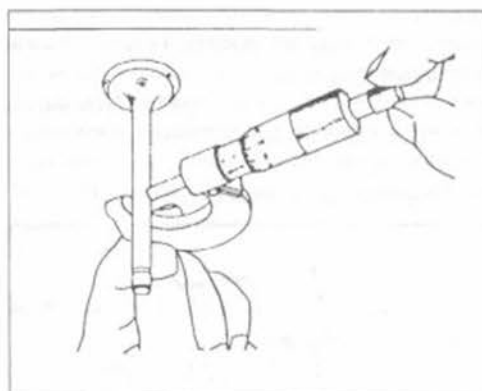

Рис. 45. Измерение диаметра стержня клапана.
- Наружный диаметр стержней клапанов измеряют в трех местах по длине, как это показано на рис. 45. Вновь нужно взять данные в таблице параметров и габаритных размеров, но, во избежание ошибок, при этом нужно следить, чтобы они касались нужной модели двигателя. Если достигнуты пределы износоустойчивости, нужно заменить клапаны и, возможно, направляющие втулки.